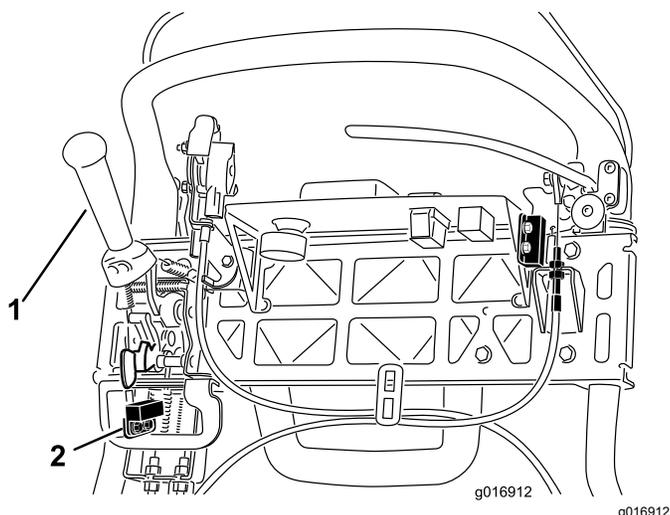

図 41
4. インタロックスイッチを固定しているねじをゆるめる 図 41。
5. 走行レバーとインタロックスイッチとの間に厚さ 1.6mm のすきまゲージをはさむ 図 41。